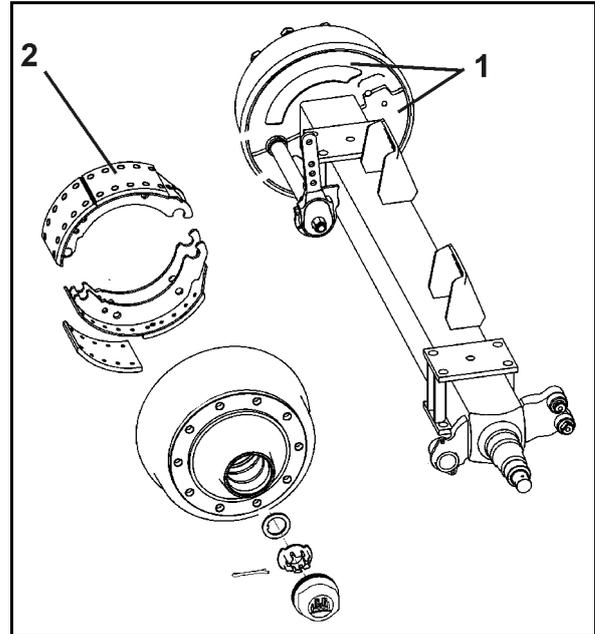

Fig. 111
1. Beide Abdeckbleche (Fig. 111/1) an der Innenseite der Bremstrommel abschrauben.
Eingedrungener Schmutz kann sich auf den Bremsbelägen (Fig. 111/2) absetzen und dadurch die Bremsleistung wesentlich verschlechtern.